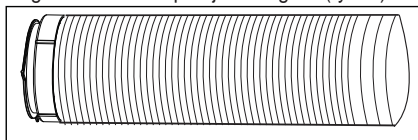

Rys. 5
3. Rozciągnąć wąż z obu stron (rys. 5) i przykręcić go do elementu przejściowego A (rys. 6).